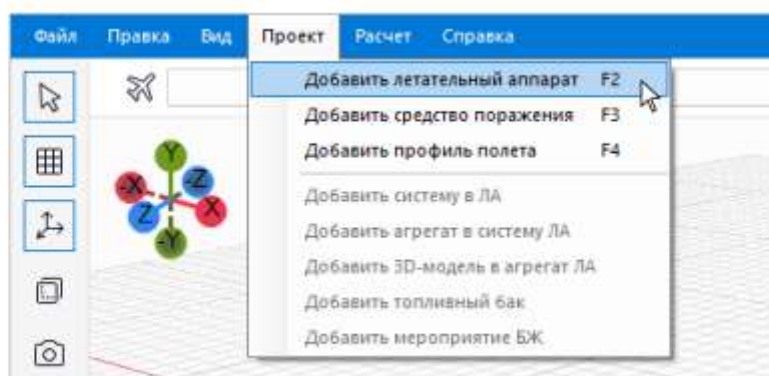

Рисунок 5.2.2
- выполнив команду **Проект** → **Добавить летательный аппарат** (см. Рис. 5.2.2);